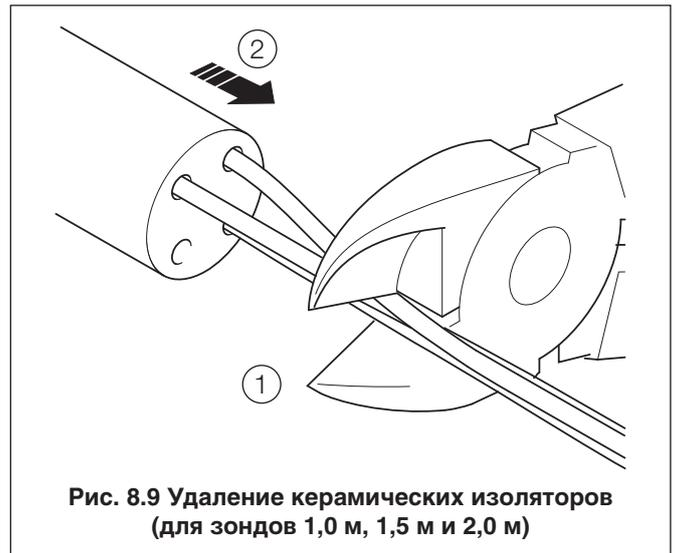

Рис. 8.9 Удаление керамических изоляторов (для зондов 1,0 м, 1,5 м и 2,0 м)
8.11 Повторная сборка компонентов проводов термопары/электрода (для зондов 1,0 м, 1,5 м и 2,0 м) – Рис. 8.9 - 8.11
Согласно Рис. 8.9:
...8.11 Повторная сборка компонентов проводов термопары/электрода (для зондов 1,0 м, 1,5 м и 2,0 м) – Рис. 8.9 - 8.11